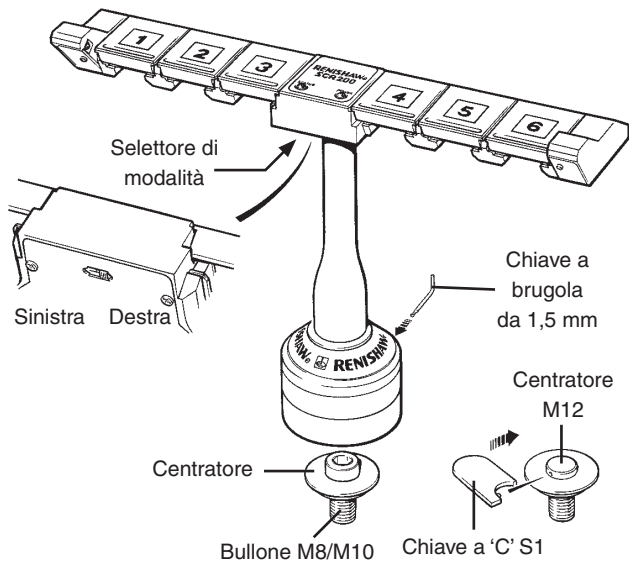

Fig. 14 - Montaggio del sistema di cambio automatico SCR200 su CMM
- Vedi Fig. 14.
- Spostare il commutatore a slitta (vedi Fig. 14):-